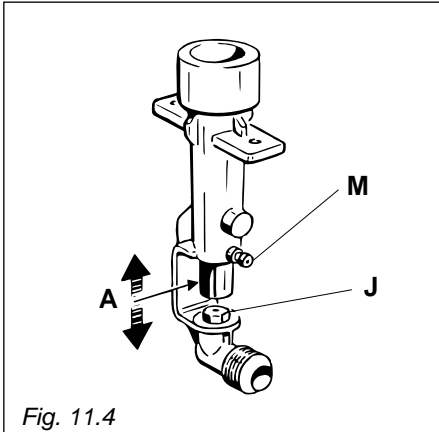

Fig. 11.4
- Fully raise the adjusting air tube A (fig. 11.4) in order to easily reach the injector.
- soulever complètement le tube de réglage de l'air "A" (fig. 11.4) de manière à opérer librement sur l'injecteur.